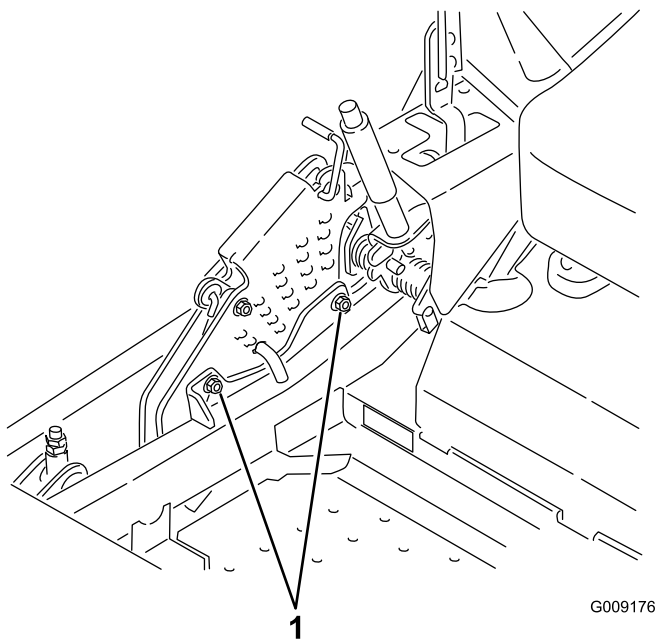

Figure 87
12. Pour régler le système monopoint, desserrez les deux boulons au bas de la plaque de hauteur de coupe (voir la Figure 87).
14. Serrez les deux boulons au bas de la plaque de hauteur de coupe (Figure 87). Serrez à un couple de 37 à 45 Nm.